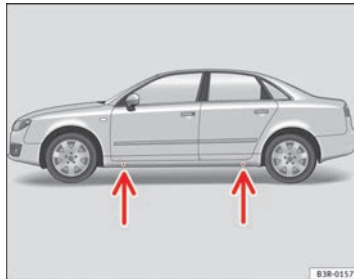

Abb. 183 Radwechsel:
- Suchen Sie den **Aufnahmepunkt** am Unterholm, der dem defekten Rad am nächsten liegt → Abb. 183 -Pfeile.
Am Unterholm kennzeichnen jeweils vorn und hinten Eindrückungen die Stellen, an denen der Wagenheber angesetzt werden darf → Abb. 183 -Pfeile-. Es gibt für jedes Rad genau eine Stelle. An anderen Stellen darf der Wagenheber nicht angesetzt werden.